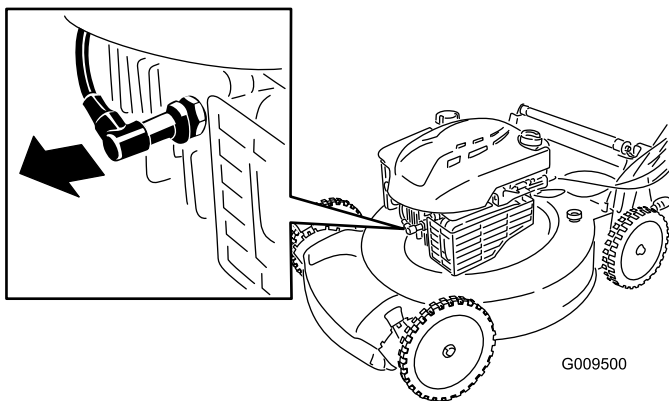

Bild 18
2. Ziehen Sie das Zündkabel von der Zündkerze (**Bild 18**) ab, bevor Sie Wartungsarbeiten ausführen.